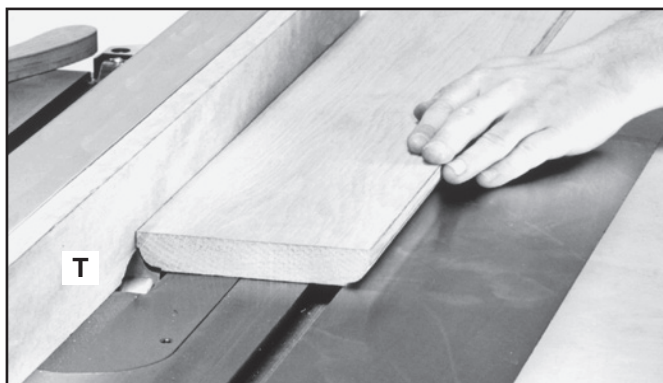

FIG. 72
2. Lors de l'utilisation de la fraise à moulurer, ajouter une planche de repère (T) devant le guide longitudinal (fig. 72). fixer la planche de repère face au guide à l'aide de vis à bois dans des trous percés dans le guide ou à l'aide de deux brides de fixation. Des pièces de 19 mm (3/4 po) d'épaisseur sont convenables pour la plupart des travaux, même si parfois un travail requiert une planche de repère de 25 mm (1 po).